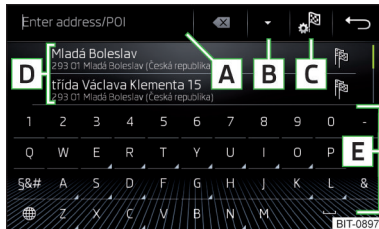
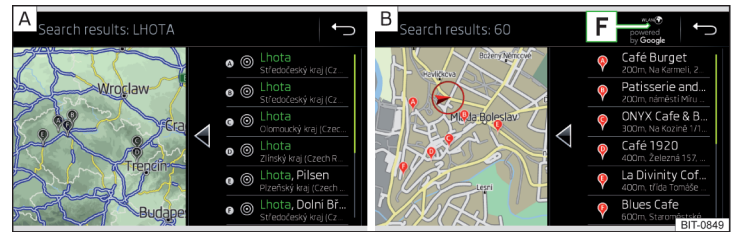

Abb. 221
Abb. 222 Liste der aufgesuchten Ziele: in den Navigationsdaten / online
Funktionsflächen » Abb. 221 und » Abb. 222
Im Bereich **D** » Abb. 221 wird eine Liste der aufgesuchten Ziele angezeigt. ▶
- ▶ **oder:** Die Funktionsfläche **B** » Abb. 221 antippen.
- 📍 In den Navigationsdaten aufgesuchte Ziele » Abb. 222 - **A**.
- 📍 Online aufgesuchte Ziele » Abb. 222 - **B**.